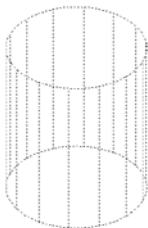
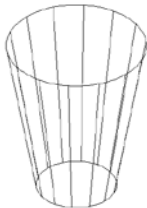

图 11.65 选择倾斜面
图 11.66 倾斜面
- (4) 选择倾斜面, 如图 11.65 所示, 并按回车键。
- (5) 选择圆柱体上面的圆心作为基点。
- (6) 选择圆柱体下面的圆心作为旋转轴的另一端点。
- (7) 设置倾斜角为 10, 并按回车键。
- (8) 命令行提示“【拉伸(E)/移动(M)/旋转(R)/偏移(O)/倾斜(T)/删除(D)/复制(C)/颜色(L)/材质(A)/放弃(U)/退出(X)】<退出>: ”按回车键。
- (9) 命令行提示“输入实体编辑选项【面(F)/边(E)/体(B)/放弃(U)/退出(X)】<退出>”按回车键, 倾斜后的效果如图 11.66 所示。